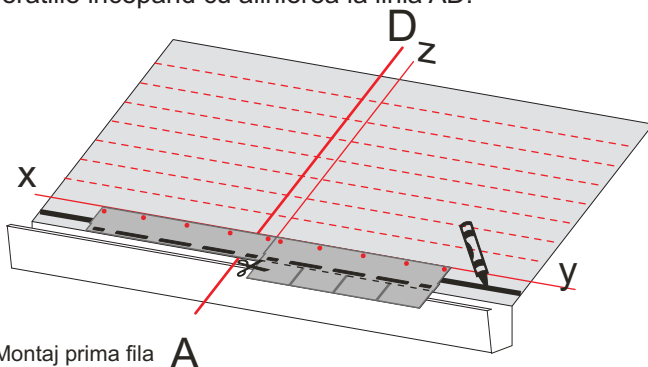

Fig. 3 - Montaj prima fila A
- Se verifica alinierea primei placi fata de linia l (fig.3).